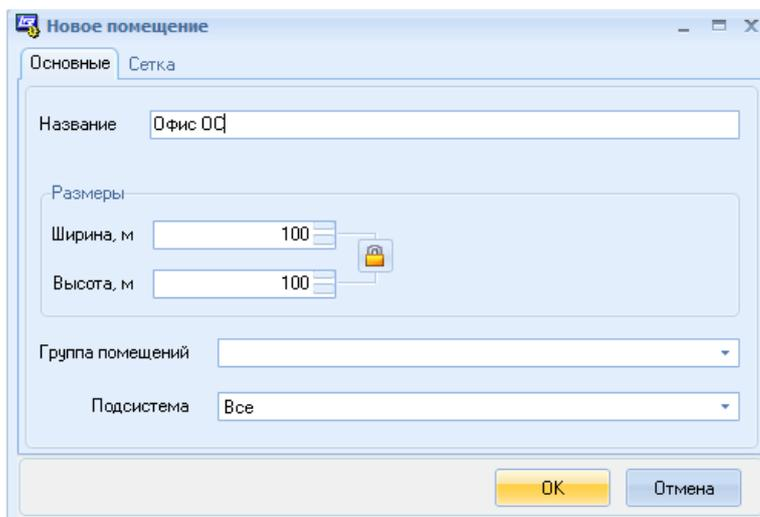

Рисунок 9.32 Окно «Новое помещение»
- в открывшемся окне «Новое помещение» указать **Название** и **Размеры** плана и нажать **ОК** (Рисунок 9.32). Размеры могут не совпадать с реальными размерами помещения, но пропорции для наглядности лучше не менять. Можно также указать группу помещений (например, разные этажи одного здания) и выбрать подсистему (Пожарная, Охранная, Все).